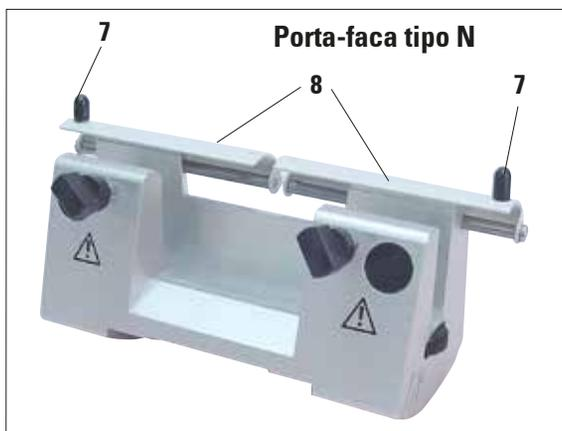

Fig. 4
O protetor de faca (8) do porta-faca tipo N/NZ pode ser facilmente posicionado por meio de duas alças (7) (Fig. 4).